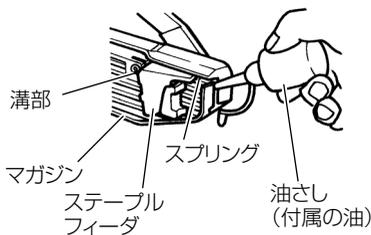

図 20
- ステープルフィーダのスプリング部は、ときどき注油してください。ステープルフィーダを後方に引いて、マガジンの溝部にステープルフィーダを引っ掛けた状態で、後方からスプリング部に注油してください。(図 20)